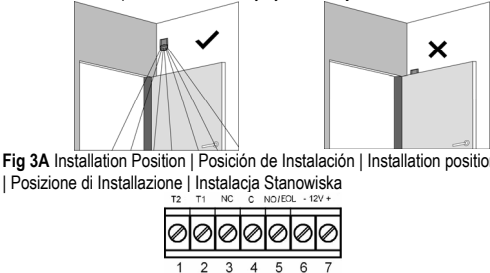

Fig 3A Installation Position | Posición de Instalación | Installation position
5. Mount the detector base to the wall or corner. (Fig. 3A)
5. Enmarcar la base del dispositivo en la pared o esquina. (Fig. 3A)